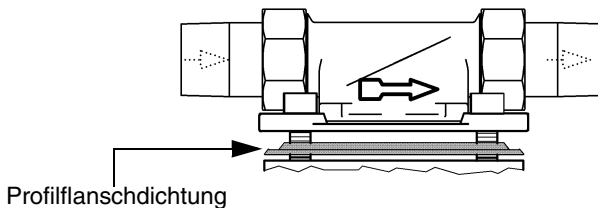

Abb. 3: Einbaudrehflansch
**Der Einbaudrehflansch muss in Fließrichtung installiert werden. Diese ist durch einen eingegossenen Pfeil gekennzeichnet (siehe Abb. 3).**
Das Profil der Profilflanschdichtung muss zum Einbaudrehflansch zeigen (siehe Abb. 3). Wird dies nicht beachtet, kann es zu Undichtheiten und zum Austreten von Wasser kommen. Dabei können Wasserschäden an Haus und Einrichtung entstehen.